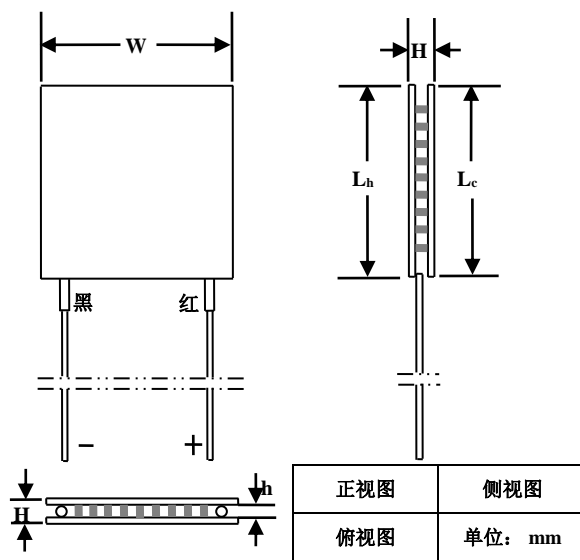

图21. 非密封ATE1-TCHE-31的机械尺寸
TEC 模块 ATE1-TCHE-31 有 2 根绝缘导线，红色为正极导线，黑色为负极导线。机械尺寸如图 21 和表 2 所示。
**注意：**如图21所示，当红色引线在右侧时，上表面是TEC 模块的冷端。